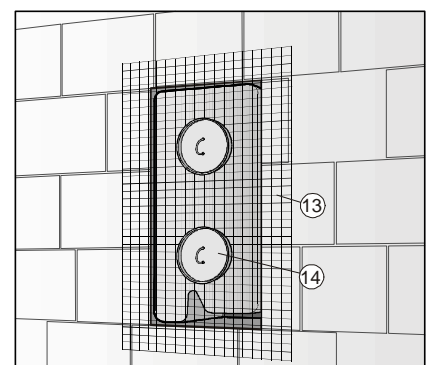

Abb. 8
**Achtung!** Diese Maßnahme ist notwendig, damit eine Rissbildung im Putz vermieden wird. Außenputz aufbringen. (Abb. 8)